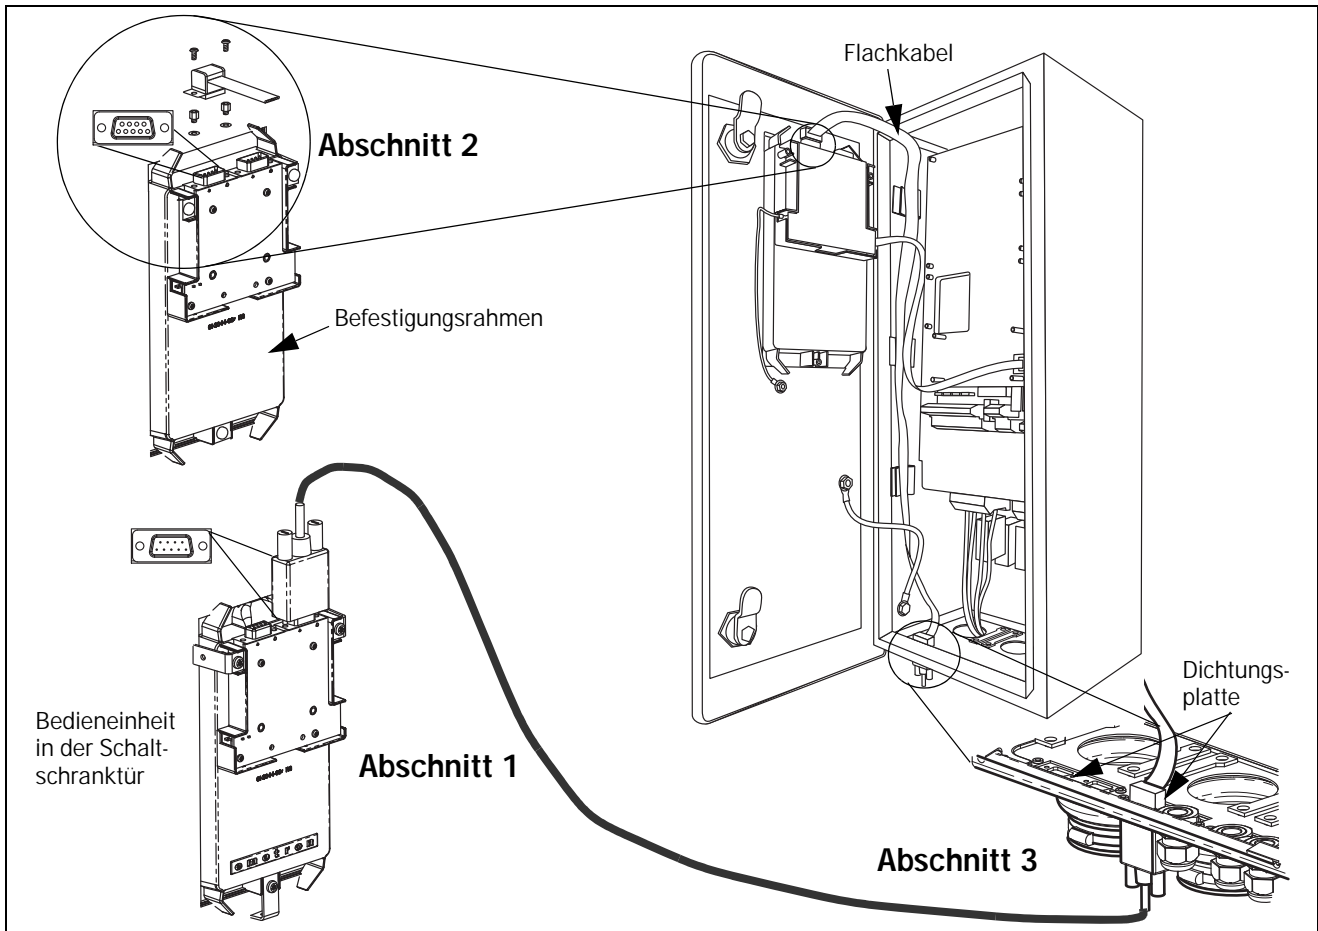

Abb. 3 Externe Bedieneinheit
4. Demontieren Sie eine Dichtungsplatte im Boden des FU. Siehe Abb. 3, Abschnitt 3.
5. Befestigen Sie die Dichtungsplatte mit Sub-D-Stecker entsprechend Abb. 3, Abschnitt 3.
8. Befestigen Sie die Abstandhalter und Dichtungen auf der Sub-D-Buchse an der Rückseite der Bedieneinheit in der FU-Tür. Siehe Abb. 3, Abschnitt 2.
9. Verbinden Sie den Anschlussstecker des Flachkabels entsprechend Abb. 3, Abschnitt 2 und befestigen Sie in mit zwei Schrauben.
10. Schließen Sie die Buchse des Standard RS232-Kabels an, verlaufend zwischen der Dichtungsplatte im Boden des FU und der Rückplatte der Bedieneinheit in der Schranktür und entsprechend Abb. 3, Abschnitt 1.